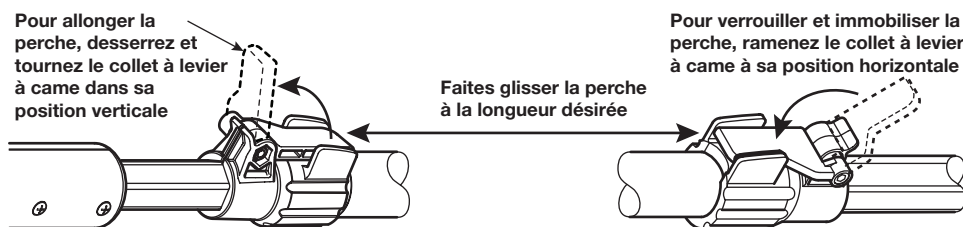

Fig. 16 Comment régler la longueur de la tronçonneuse sur perche
1. Pour allonger la perche, desserrez et tournez le collet à levier à came dans sa position verticale (Fig. 16).